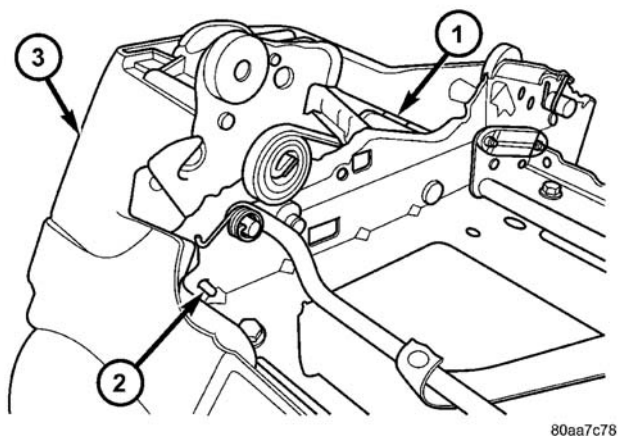

图 28 侧护板/杯架装接销
- (6) 用一个深凹槽插座或替代品，按压按销凸片，卸下杯架总成（图 28）。